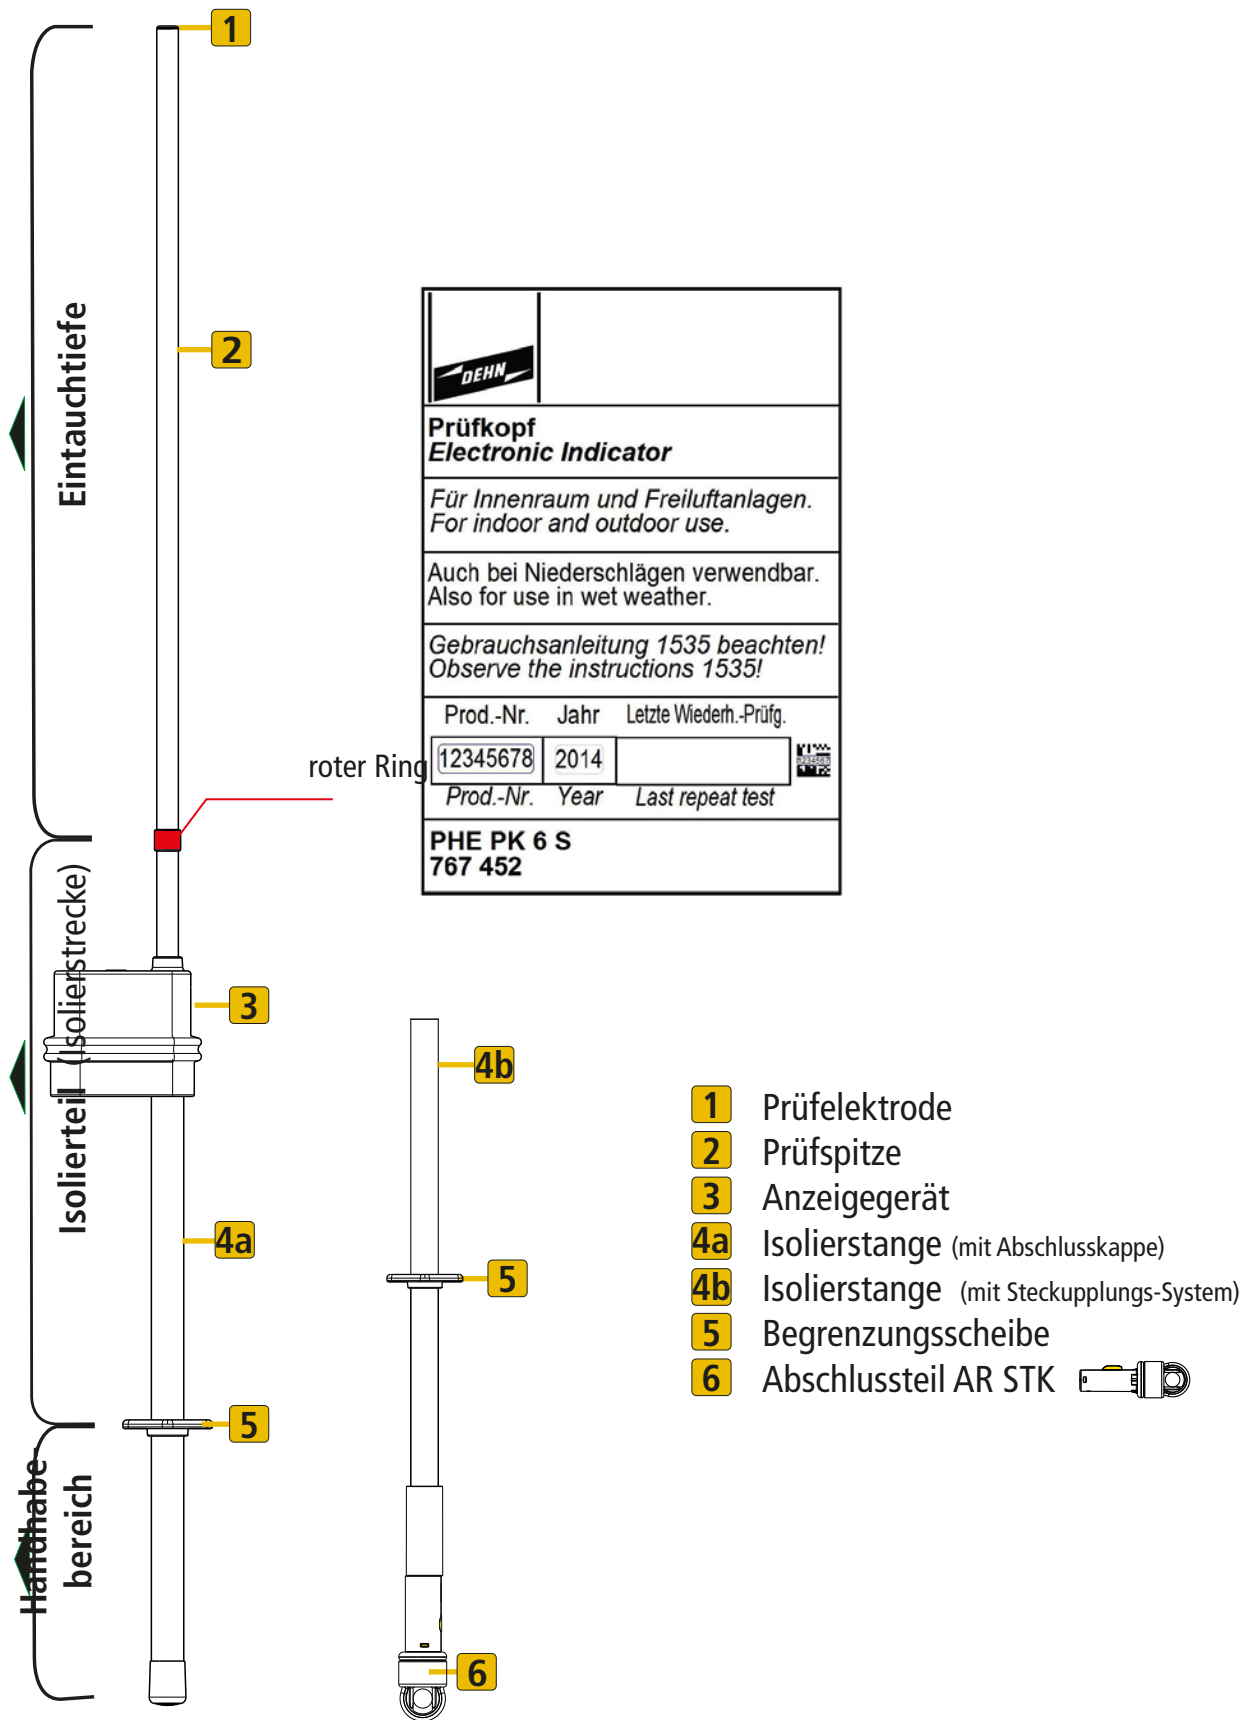

Fig. 1
Prüfkopf **PHE** und Isolierstange **IS M12...** dürfen nur in der durch Beschilderung angegebenen Zuordnung zusammen gebaut und benutzt werden (siehe hierzu auch Fig. 1, Seite 5).
4. Hinweise zur sicheren Handhabung (siehe hierzu auch Fig. 1, Seite 5)